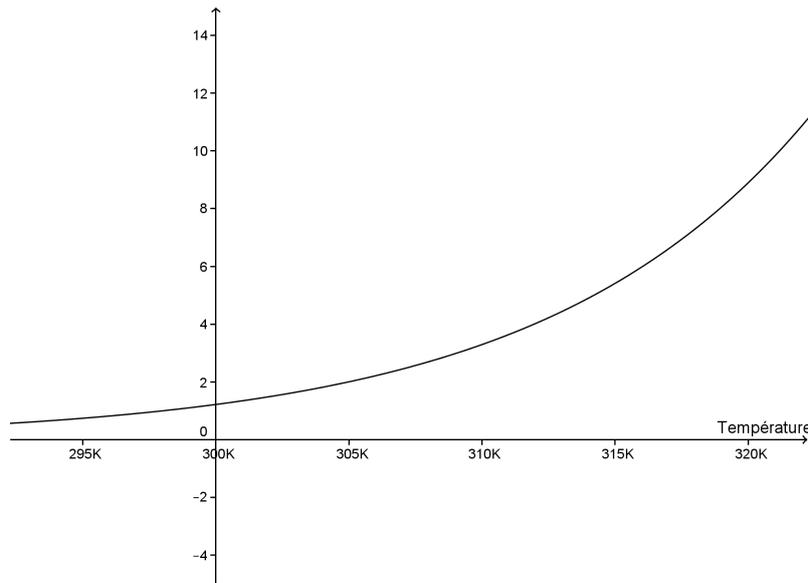

FIGURE 1 – Allure de la loi du q10 pour une température de référence de 298K et un coefficient de 2,7.
- $f(T)$ est le coefficient correspondant à la dépendance en température et suivant une loi du q10 (représenté sur la figure 1),